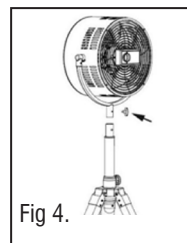

Fig 4.
3.2.2.1. Verwyder die sluitknop van die pyp onder die U-houer soos getoon in Fig.4.